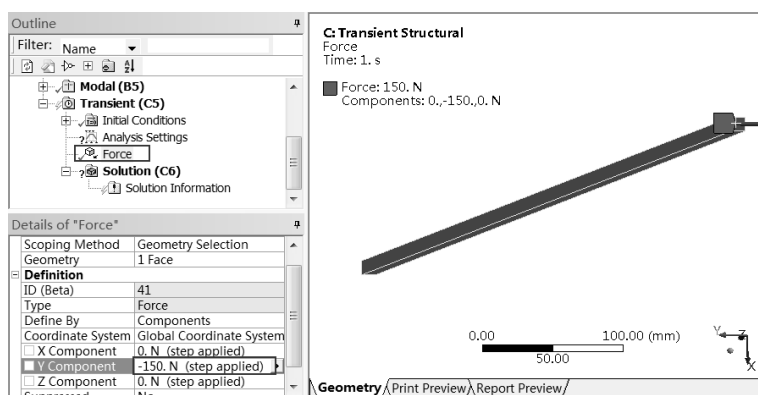

图 9-37 力属性面板
Step3 :选择 Mechanical 界面左侧 Outline (分析树) 中的 Transient (C5) Force (力) 命令,在出现的如图 9-37 所示的 Details of “Force”面板中做如下更改。